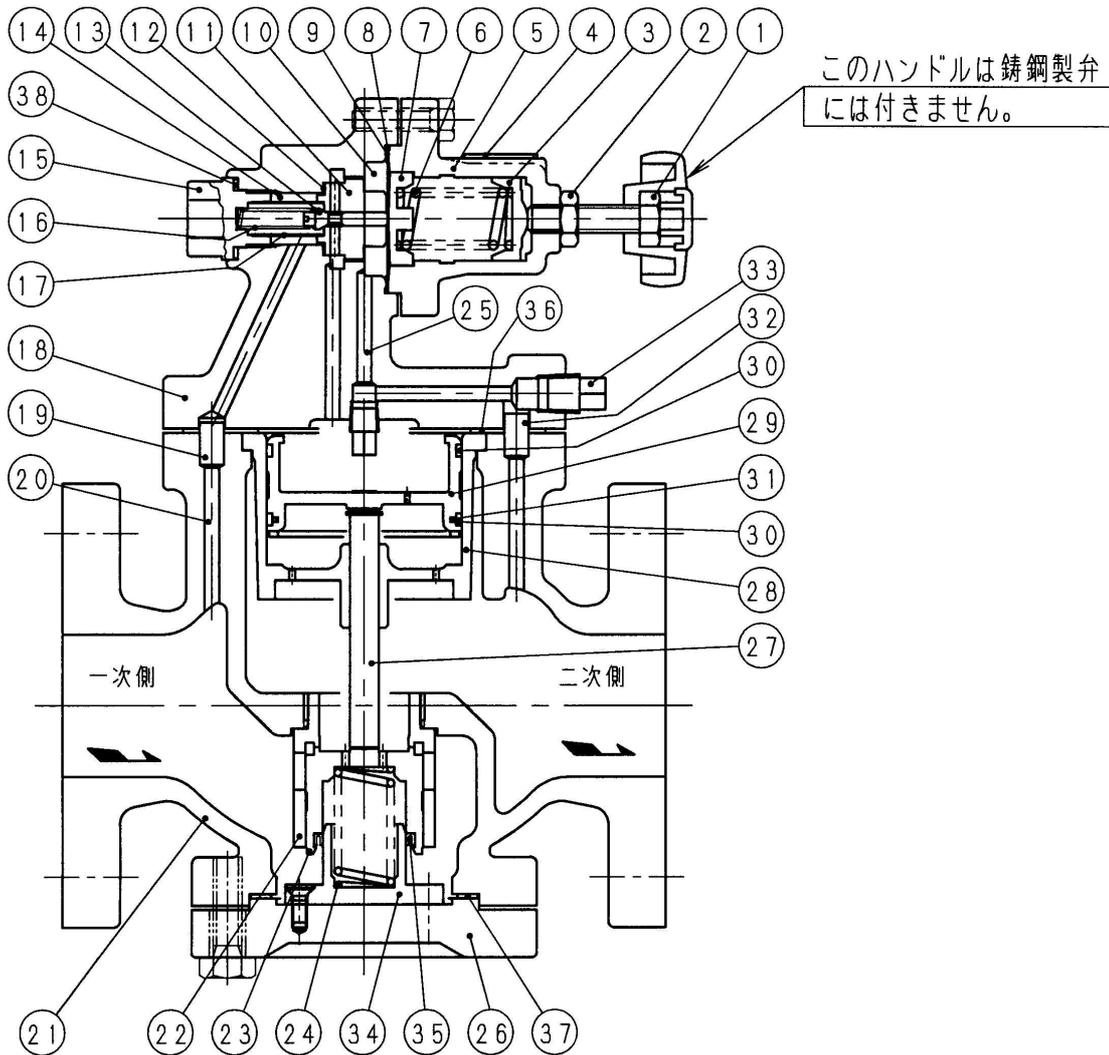

図3 構造図
- 分解に際して、まず配管中の蒸気を完全に抜去することが必要です。蒸気を止められない場合は、バイパス運転に切り換え、減圧弁前後の止め弁を完全に閉じ、減圧弁内の残存蒸気は図 3 の上部ふたの六角ボルトを僅かに緩めて放出します。この時、蒸気が吹出す恐れがありますので、火傷やけがにはご注意ください。